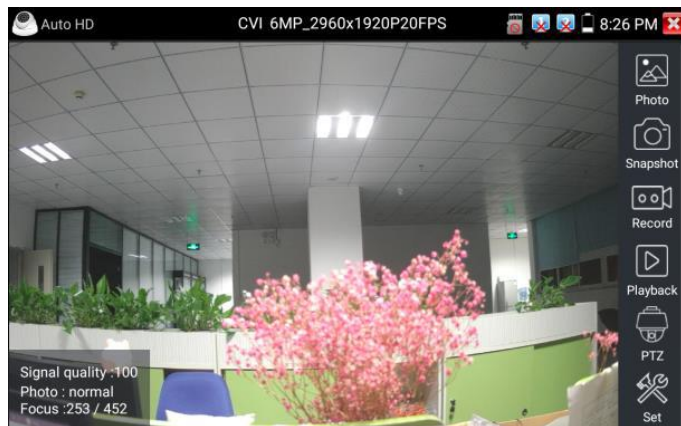

Рис. 6 Раздел с приложениями для просмотра изображения с AHD/TVI/CVI или CVBS видекамеры, пример работы приложения AutoHD
- 3) Зайдите в раздел CVBS & HD Camera (если включен LITE режим просмотра меню тестера рис.6, если выключен – найти иконки соответствующих приложений самостоятельно). Выбрать необходимое приложение для просмотра изображения с видеокамеры (CVI, AHD, TVI, CVBS) или приложение AutoHD (мультиформатный вариант приложения)